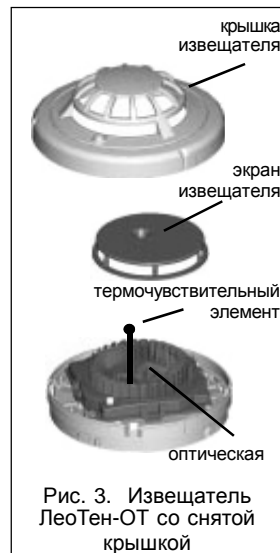

Рис. 3. Извещатель ЛеоТен-ОТ со снятой крышкой
2. Снимите крышку извещателя (рис. 3), для чего при помощи отвертки с тонким плоским шлицем осторожно нажмите на каждую из четырех защелок в направлении центра извещателя.